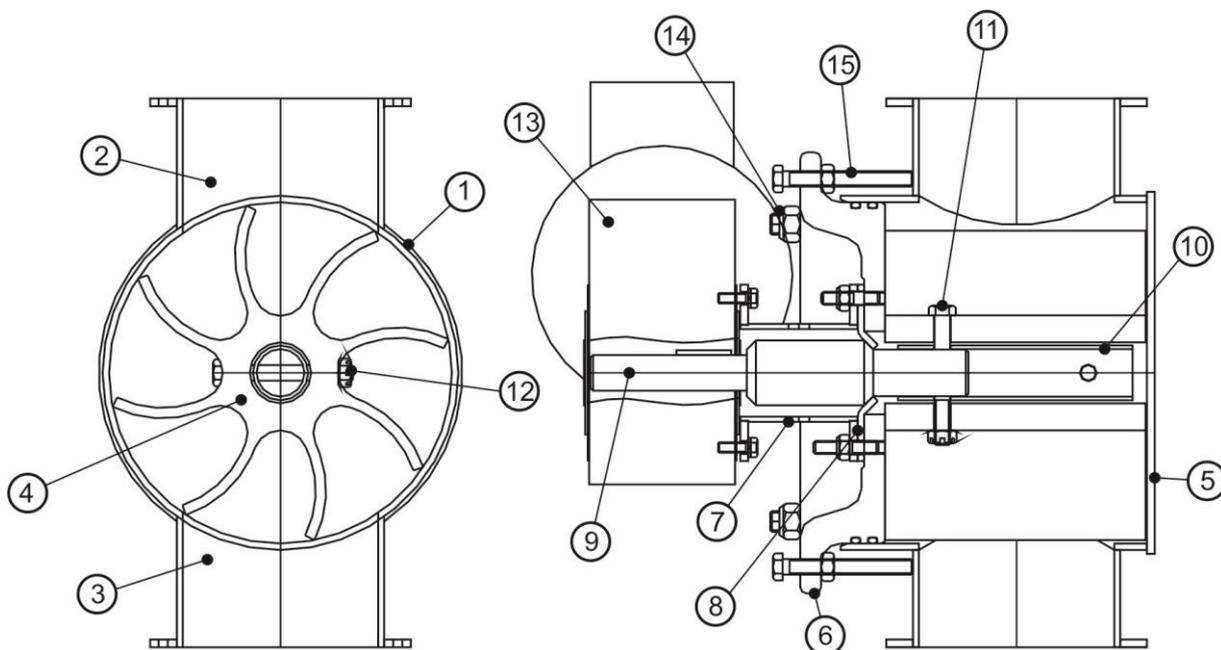
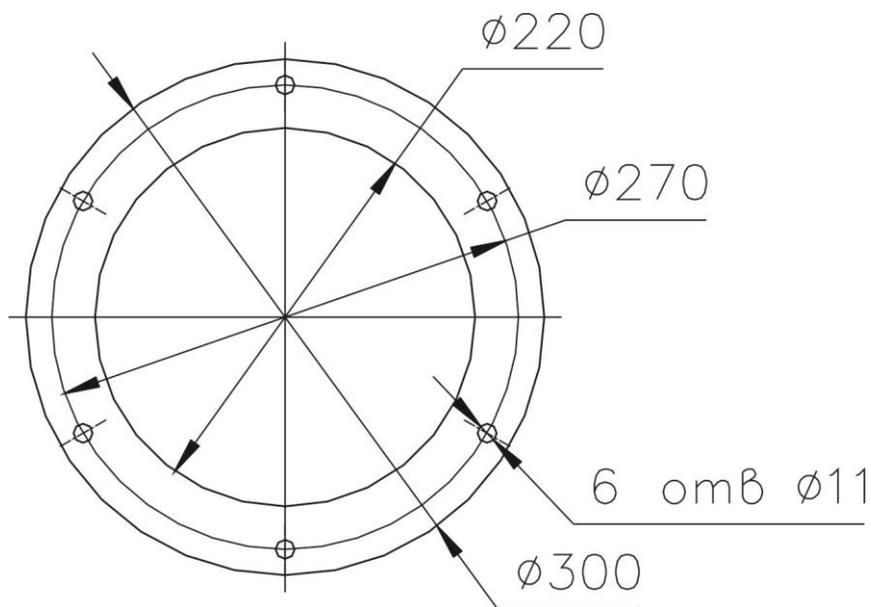
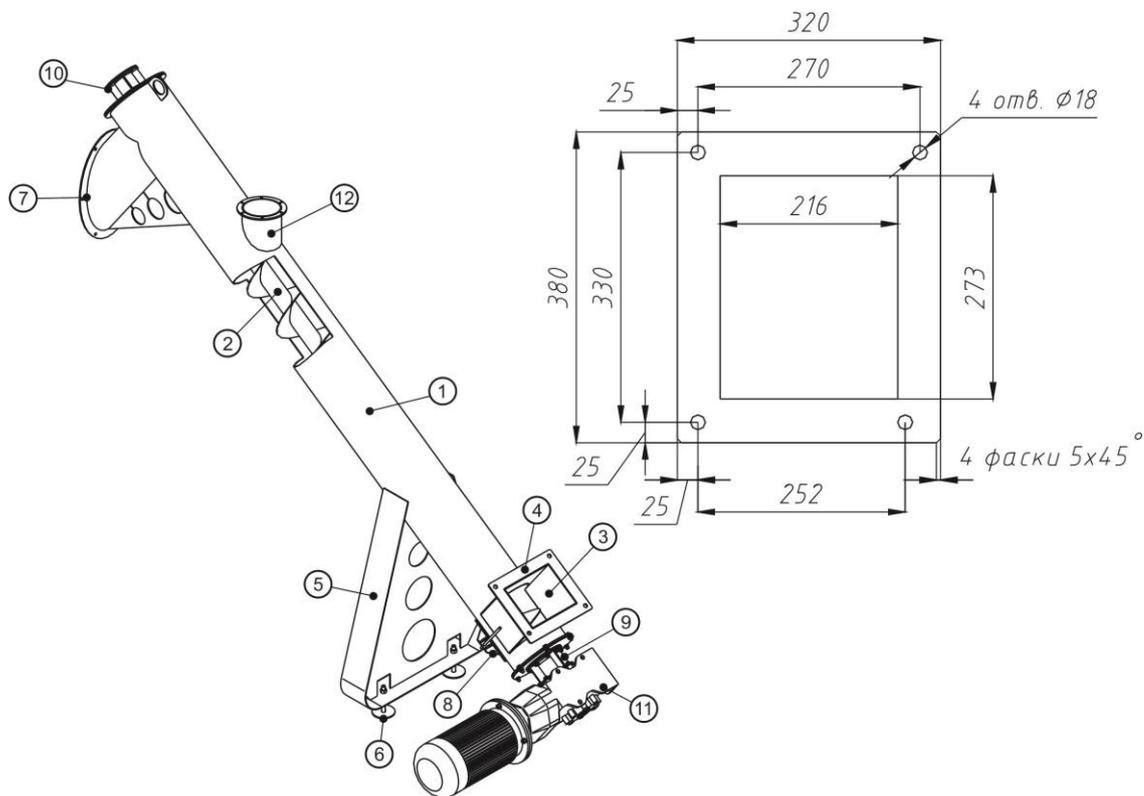

Рис. 12 Шлюзовой затвор.
Рис. 13 Присоединительный фланец шлюзового затвора.
Рис. 15 Винтовой конвейер-питатель
Шлюзовой затвор (Рис. 12) состоит из корпуса (1) с загрузочным (2) и разгрузочным (3) патрубками. К патрубкам приварены фланцы, присоединительные размеры которых указаны на Рис. 13. Внутри корпуса (1) расположен эластичный ячейковый ротор (4). С одной стороны корпуса (1) установлена глухая крышка (5), с другой - крышка подвижная (6). На подвижной крышке (6) закреплен соединительный узел «катушка» (7). Между соединительным узлом «катушка» (7) и подвижной крышкой (6) установлен резиновый уплотнительный диск (8), служащий для герметизации ввода вала (9) привода эластичного ячейкового ротора (4). Вал (9) соединен с эластичным ячейковым ротором (4) посредством втулки (10) болта (11), корончатой гайки (12) и шплинта 3.2x20. На валу (9) установлен мотор-редуктор (13).
Винтовой конвейер-питатель (Рис. 15) состоит из: корпуса (1), внутри которого находится подающий шнек (2), загрузочного патрубка (3) с фланцем (4) (на Рис. 12. показан справа), рамки (5) с регулируемыми опорами (6), разгрузочного патрубка с присоединительным фланцем (7), лючка (8) очистки корпуса, подшипниковой опоры приводной (9) и консольной (10), мотор-редуктора (11). В верхней части корпуса (1) расположен патрубок (12), служащий для установки шлюзового затвора касетного фильтра (для некоторых вариантов комплектации). Присоединительные размеры фланца патрубка (12) аналогичны приведенным на Рис. 13 настоящего РЭ.